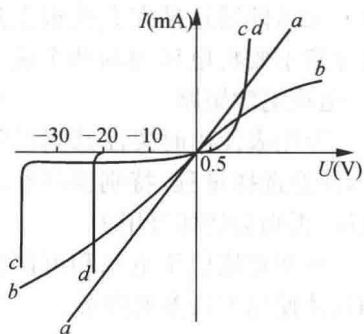

图 1-1 伏安特性曲线
(1) 线性电阻器的伏安特性曲线是一条通过坐标原点的直线,如图 1-1 中直线 a 所示。直线的斜率等于该电阻的值。
(2) 通常将白炽灯视为线性电阻,但实际工作时灯丝处于高温状态,其灯丝电阻随着温度的升高而增大,一般灯泡的“冷电阻”与“热电阻”的阻值可相差几倍至十几倍。白炽灯的伏安特性如图 1-1 中曲线 b 所示。